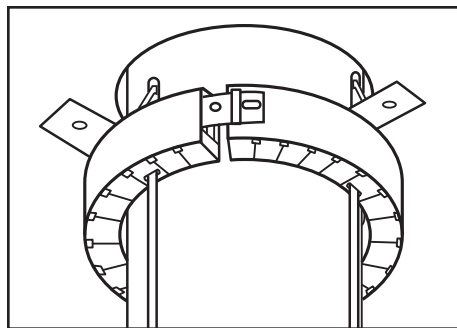

Figure 3 : Bloquer le dispositif pour tuyaux en plastique à la première position de verrouillage et le mettre en place.
- C. Bloquer le dispositif pour tuyaux en plastique à la **première** position de verrouillage seulement, en faisant glisser la languette de métal à l'intérieur du passant en saillie et placer le dispositif pour tuyaux en plastique à une distance de 50 mm (2 po) du mur ou de la surface de substrat (Figure 3).